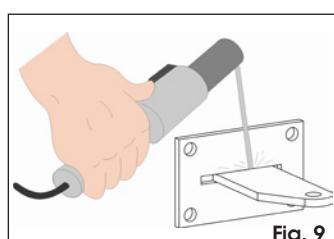

Fig. 9
- i-Saldare la staffa posteriore alla piastra ad avvitare inserendola nell'apposita fessura (Fig. 9).